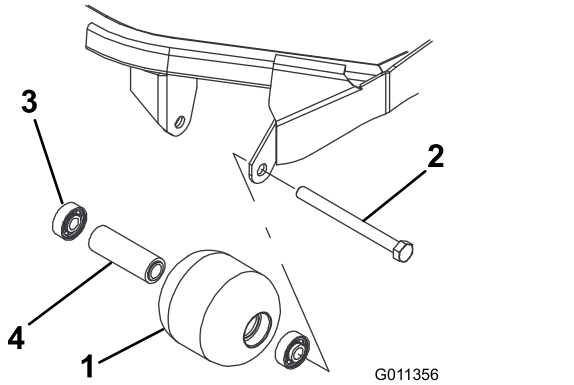

图 17
1. 拆下滚筒安装螺栓 (图 17)。
4. 检查滚筒壳体、轴承以及轴承隔片是否受损 (图 17)。更换受损的组件和总成。
1. 将第一个轴承按入滚筒壳体图 17。仅按住外座圈或同时按住内、外座圈。
2. 插入隔片 (图 17)。
3. 将第二个轴承按入滚筒壳体 (图 17)同时按住内、外座圈直至内座圈接触到隔片。